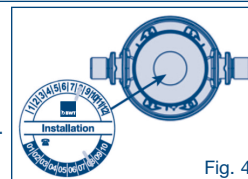

Fig. 4
7. Marque a data de instalação (mês/ano) na etiqueta inclusa e afixe-a no alto da cabeça do filtro (consulte a Fig. 4).